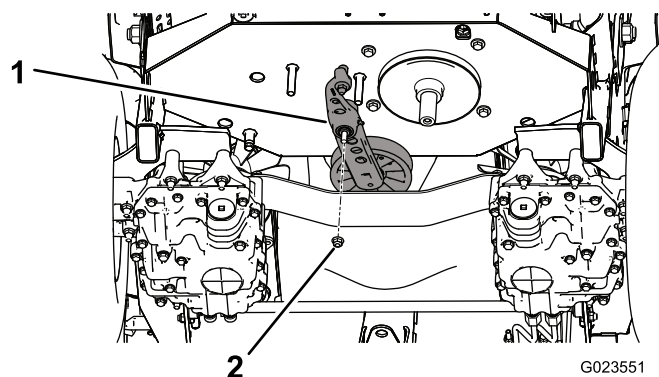

**Рисунок 57**
- Вставьте ключ с храповым механизмом в квадратное отверстие рычага натяжителя, поверните в направлении, противоположном действию пружины натяжителя ремня (Рисунок 57), и снимите ремень с натяжного ролика.
- Снимите крюк пружины натяжителя с рычага натяжителя и рамы (Рисунок 57).
- Установите пружину на рычаг натяжителя и раму (Рисунок 57).